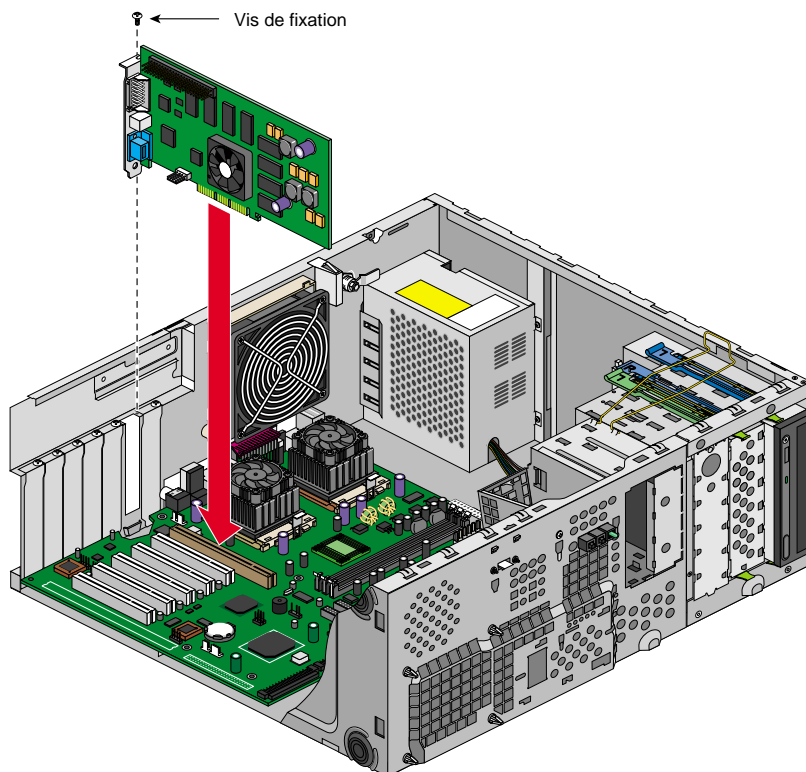

Figure 2-20 Montage d'une carte d'extension
3. Appuyer fortement sur la carte d'extension pour l'insérer dans son encoche jusqu'à ce que son connecteur se mette en place. La Figure 2-20 montre la procédure correspondante.
4. Serrer la vis de fixation, comme le montre la Figure 2-20.